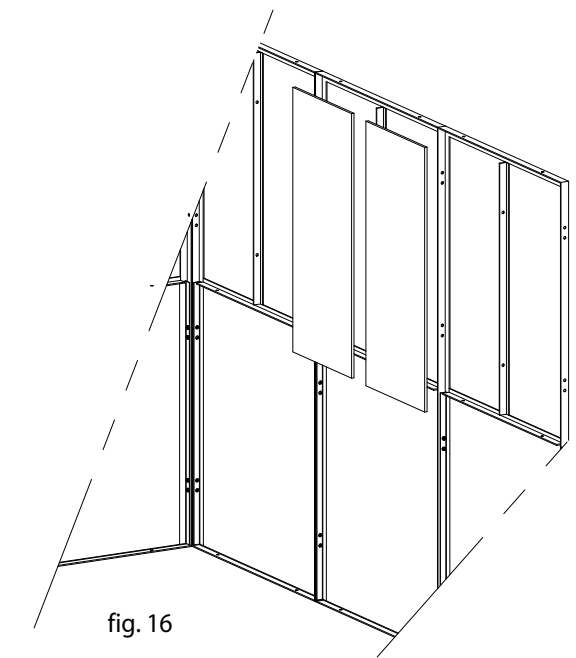
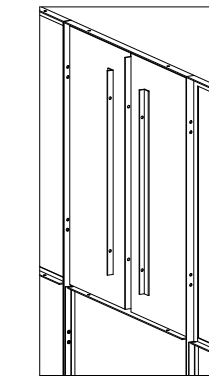
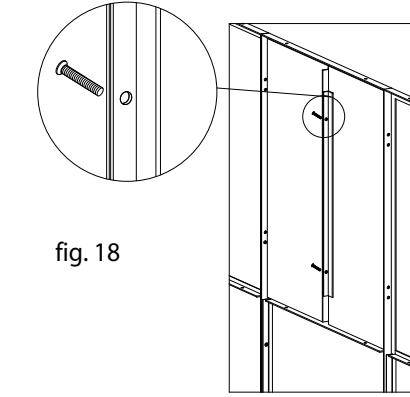
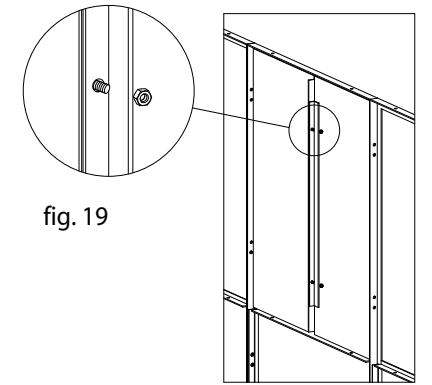

fig. 16
fig. 17
fig. 18
fig. 19
Prendere due schermi di policarbonato (fig. 16) e inserirli negli appositi spazi sul pannello laterale posizionato al centro (cod. PSLAT o PSLATCF), facendoli seguire da due profili a "L" (fig. 17). Far coincidere i fori dei due profili a "L" con i fori del profilo a "T" della parte superiore del pannello e inserire le apposite viti nei fori passanti (fig. 18). Bloccare il tutto con i dadi filettati corrispondenti (fig. 19).
Take two polycarbonate screens (fig. 16) and insert them in the spaces provided on the side panel positioned in the centre (codes PSLAT or PSLATCF), following them with two "L" profiles (fig. 17). Match the holes of the two "L" profiles with the holes of the "T" profile of the upper part of the panel and insert the screws provided in the through holes (fig. 18). Fix everything with the corresponding threaded nuts (fig. 19).
Prendre deux écrans en polycarbonate (fig. 16) et les installer dans les espaces prévus sur le panneau latéral placé au centre (cod. PSLAT ou PSLATCF), en les faisant suivre par deux profils en "L" (fig. 17). Faire coïncider les trous des deux profils en "L" avec les trous du profil en "T" de la partie supérieure du panneau et insérer les vis dans les trous passants (fig. 18). Bloquer le tout avec les écrous filetés correspondants (fig. 19).
- E** Una vez que la estructura se ha fijado en el suelo hay que montar las pantallas de policarbonato. Cada paquete contiene dos pantallas, es decir, el número necesario para completar un panel. Los códigos de los paquetes se indican en la LISTA DE COMPONENTES. Las pantallas pueden colocarse de cualquier lado ya que ambas caras son lisas y tienen protección UV. Tomar dos pantallas de policarbonato (fig. 16) e introducirlas en los respectivos espacios del panel lateral del centro (cód. PSLAT o PSLATCF). Introducir dos perfiles en "L" (fig. 17). Hacer coincidir los orificios de los perfiles en "L" con los orificios del perfil en "T" de la parte superior del panel e introducir los tornillos (fig. 18). Bloquear con las tuercas roscadas (fig. 19).
Zwei Polycarbonatscheiben (Abb. 16) nehmen und an den dafür vorgesehenen Stellen an der mittleren seitlichen Platte (Art. PSLAT oder PSLATCF) einsetzen. Darauf folgen zwei "L"-Profile (Abb. 17). Die Löcher der zwei "L"-Profile mit den Löchern des "T"-Profils der Oberseite der Platte zusammenbringen und die entsprechenden Schrauben in die durchgehenden Löcher stecken (Abb. 18). Das Ganze mit den jeweiligen Gewindemuttern blockieren (Abb. 19).